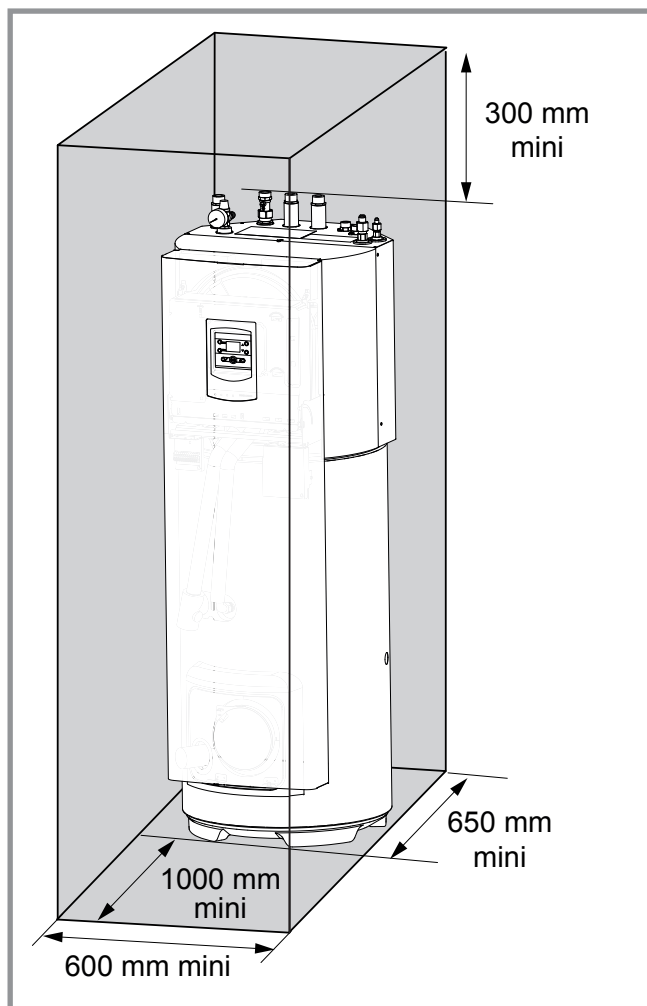

figure 13 - Dégagements minimum d'installation autour du module hydraulique
- En fonctionnement, de l'eau peut s'évacuer de l'appareil. Ne pas installer l'appareil sur une terrasse, mais préférer un endroit drainé (lit de graviers ou sable). Si l'installation est réalisée dans une région où la température peut être inférieure à 0°C pendant une longue période, vérifier que la présence de glace ne présente aucun danger. Il est aussi possible de raccorder un tuyau d'évacuation sur l'unité extérieure (voir figure 13, page 17).
L'unité extérieure doit être surélevée d'au moins 50 mm par rapport au sol. Dans les régions enneigées, cette hauteur doit être augmentée mais ne pas dépasser 1.5 m (figure 13).
(voir figure 13).